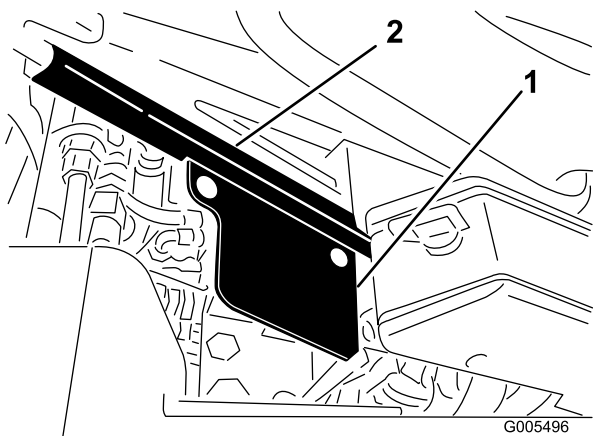

Figura 8
7. Monte el protector de la válvula en el lado derecho de la base del asiento con (2) pernos de cuello cuadrado (5/16 x 5/8 pulgadas) y tuercas. Coloque el protector según muestra la Figura 8.